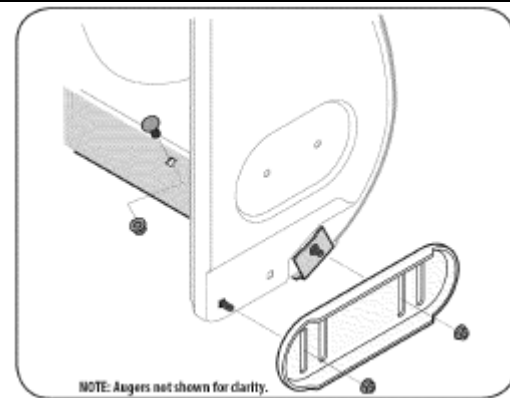

Рис. 24
2. Установите новые лыжи с помощью четырех болтов (по два на каждой стороне), шайб и шестигранных фланцевых гаек (См. Рис. 24).
2. Установите новый нож таким образом, чтобы головки болтов были направлены внутрь рамы. Затяните болты. (См. Рис. 24).